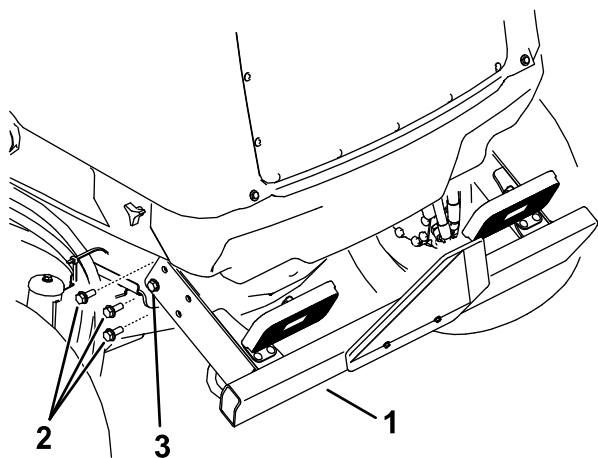

Figura 100
2. Togliete le tre (3) viti flangiate da ciascun lato del paraurti posteriore, come illustrato nella Figura 100.
flangiate che fissano il paraurti posteriore al telaio (Figura 100).